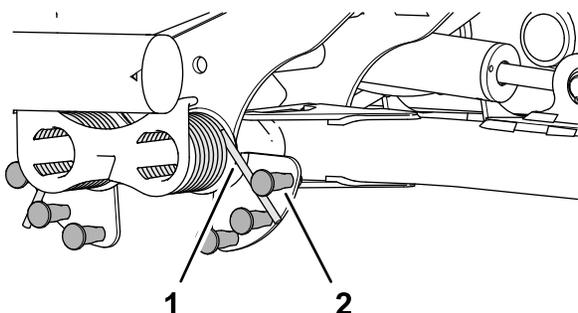

Рисунок 50
2. Вставьте длинный конец уравнивающей пружины в трубу или аналогичный предмет и поверните пружину вокруг шпильки с буртиком в нужное положение (Рисунок 50).